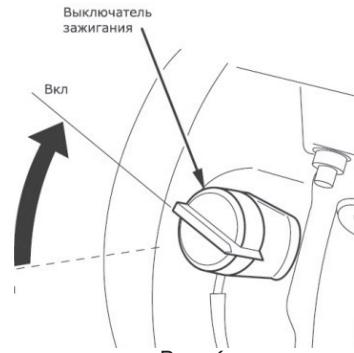

Рис. 6
- Поставьте выключатель зажигания в положение «**Вкл**» (Рис. 6);